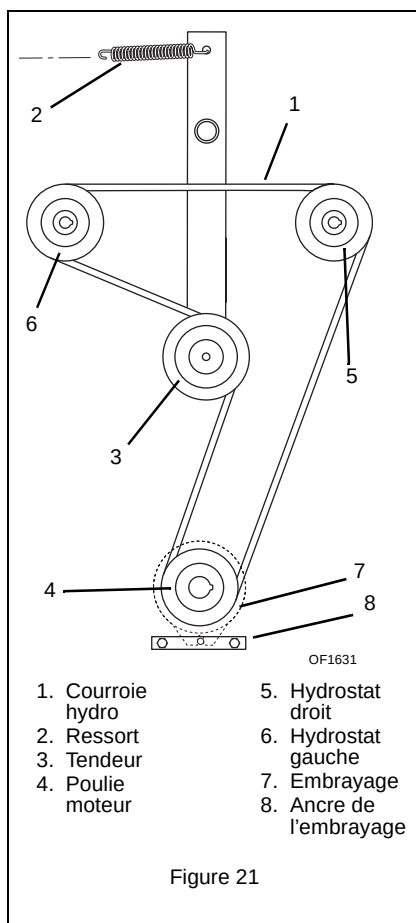

Figure 21
4. Retirer l'ancienne courroie de la pompe hydraulique de la poulie hydrostatique droite en premier (Figure 21).